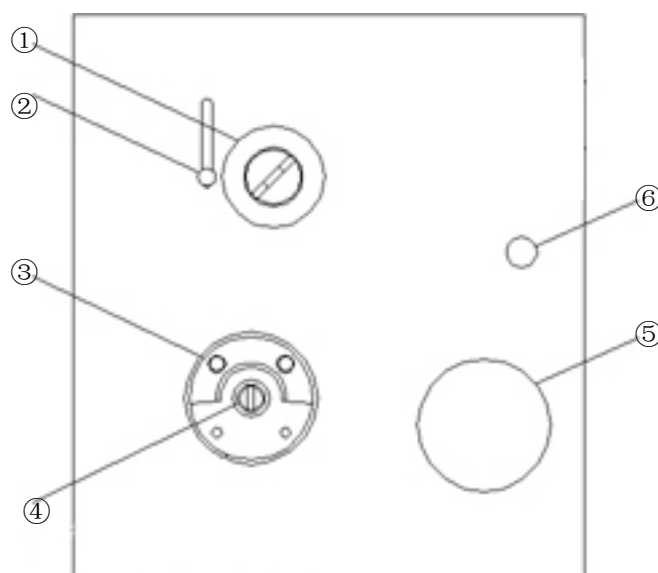

图 4-4 滴定仪上视图
滴定池部件安装分两个部分,首先是滴定池支架安装,先将下立柱安装在仪器上面的安装孔(图 4-4 上⑥的位置)上,再将上立柱安装在下立柱上,然后将滴定池上盖安装在滴定池支架上,最后再将滴定池支架安装在上立柱上,旋转上立柱,调整滴定池支架至合适的高度。